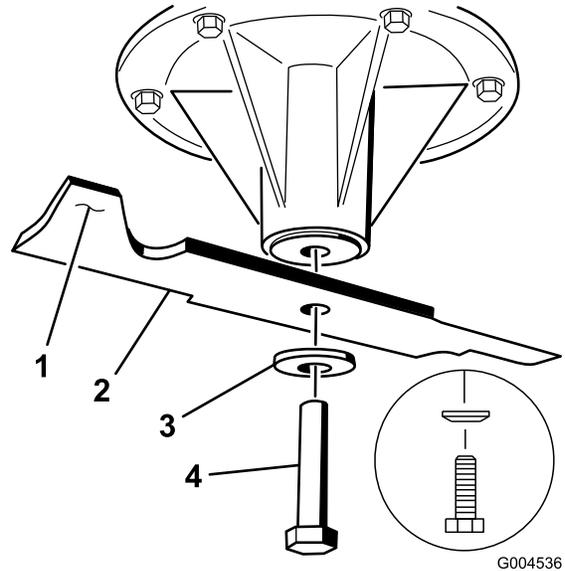
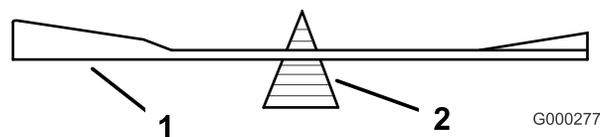

Figura 65
Figura 68
2. En las carcasas de corte de 40 y 48 pulgadas, retire del eje el perno de la cuchilla, la arandela curva y la cuchilla (Figura 65).
1. Instale la cuchilla en el eje (Figura 65).
Importante: La vela de la cuchilla debe apuntar hacia arriba y hacia el interior del cortacésped para asegurar un corte correcto (Figura 65).
2. En las carcasas de corte de 40 y 48 pulgadas, instale la cuchilla, la arandela curva y el perno de la cuchilla (Figura 65).
2. Verifique el equilibrio de la cuchilla colocándola sobre un equilibrador de cuchillas (Figura 68). Si la cuchilla se mantiene horizontal, está equilibrada y puede utilizarse. Si la cuchilla no está equilibrada, rebaje algo del metal en la parte de la vela solamente (Figura 65). Repita este procedimiento hasta que la cuchilla esté equilibrada.